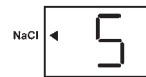

Abb. 18
- Drücken **■** bis auf dem Display ein Buchstabe erscheint (Abb. 18).